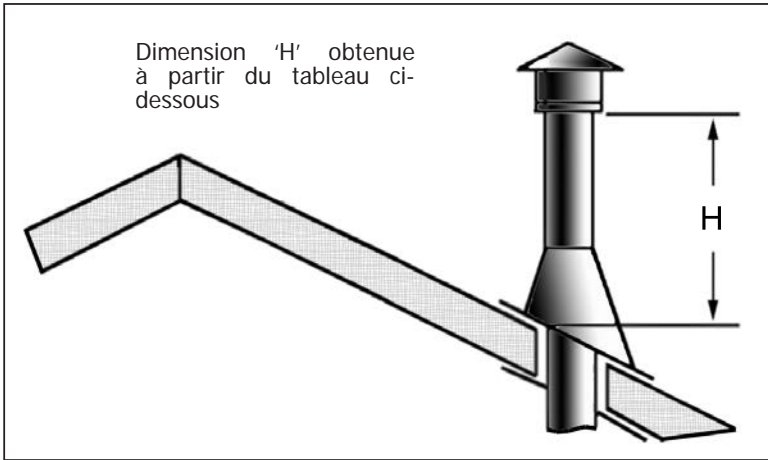

Figure 66: Hauteur de la Terminaison Verticale;
- Étape 4.** Mesurez la pente du toit. Sélectionnez le bon solin et le col tempête et déterminez la hauteur au-dessus du toit (voir Figure 66). Un matériau de tuyauterie non corrosif doit être utilisé pour toutes les longueurs de tuyau extérieur. Sceller les têtes de clous avec du silicone.